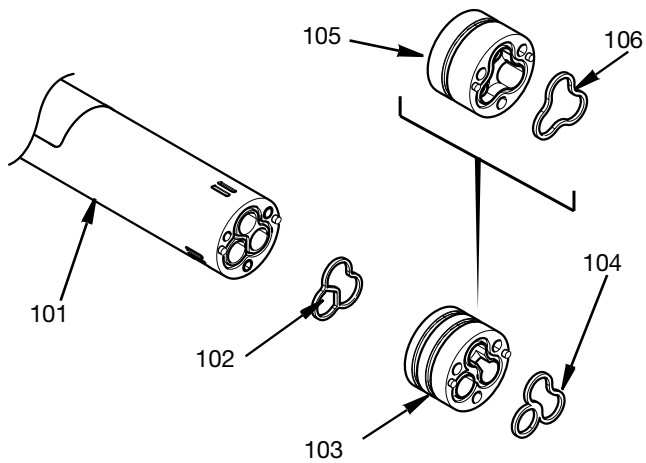

FIG. 13
- Falls erforderlich, entfernen Sie die untere Dichtung für Material eins (106) oder die untere Dichtung für Material zwei (104). Der Adapter für Material eins (105) oder der Adapter für Material zwei (103) und die Adapterdichtung (102) können nun entfernt werden. Siehe FIG. 13.